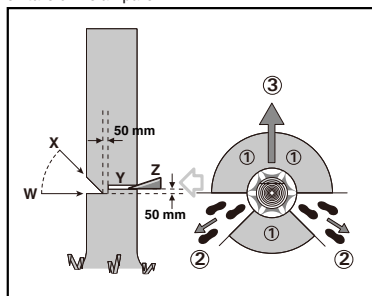

Figura 1
Prima di iniziare l'operazione di abbattimento di un albero si deve predisporre una via di fuga che sia agibile in caso d'emergenza e, se necessario, se ne dovrà preparare una. La via di fuga deve essere tracciata alle spalle dell'operatore e diagonalmente rispetto alla linea di caduta dell'albero, come illustrato nella Figura 1.
Praticare un intaglio pari a 1/3 del diametro, come illustrato nella Figura 1. Eseguire prima l'intaglio a tacche inferiore orizzontale (W). Questa procedura consente di evitare che la catena della sega oppure il binario di guida possano imanere incastrati quando ci si accinge ad eseguire il secondo intaglio a tacche (X).
Praticare il taglio di abbattimento almeno (Y) 50 mm sopra l'intaglio direzionale orizzontale, come illustrato nella Figura 1. Eseguire il taglio di abbattimento in posizione parallela rispetto all'intaglio a tacche orizzontale. Eseguire il taglio di abbattimento con una profondità tale da far rimanere soltanto una striscia ritagliata (striscia di abbattimento) che possa fungere da cerniera. La striscia ritagliata ha la funzione di impedire che l'albero possa girare su se stesso e cadere nella direzione sbagliata. Non